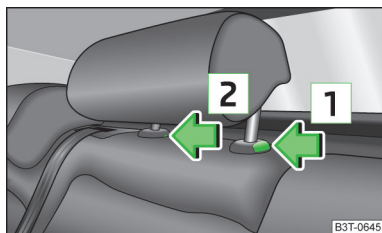

Fig. 55
- Apăsați tasta de siguranță în sensul săgeții **1** » fig. 55, în același timp apăsați cu o șurubelniță plată cu lățimea de max. 5 mm tasta de siguranță în orificiul **2** și trageți tetiera afară.